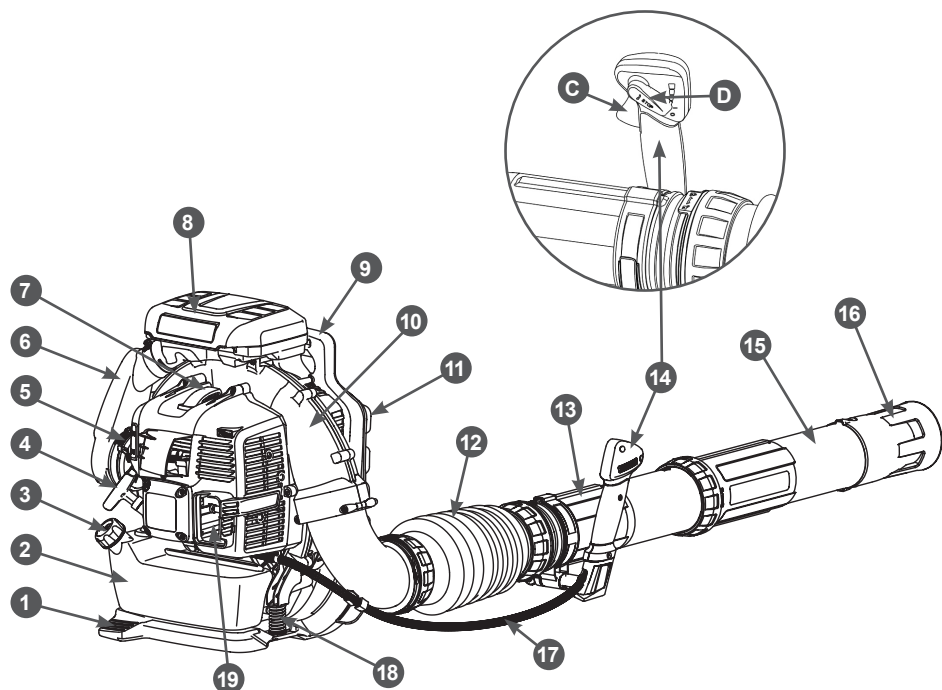

Рис. 1. Основные узлы и органы управления
Расположение основных узлов и органов управления воздухоудки представлено на Рис. 1.
7. При работе зимой или при сильном ветре можно установить защитную вставку для спины внутрь антивибрационной накладки 11 (Рис. 1).